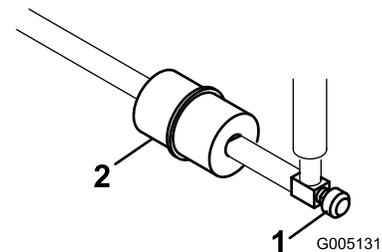

図 46
燃料フィルタはインライン・タイプで、燃料タンクとキャブレタの間にあります (図 46)。フィルタに付いている矢印をエンジンの方に向けて取り付けてください。
1. 燃料バルブを閉じ、フィルタのキャブレタ側についているホースクランプをゆるめ、燃料ラインからフィルタを外す (図 46)。
2. フィルタの下に容器を置き、もう一方のクランプも外してフィルタを取り出す (図 46)。